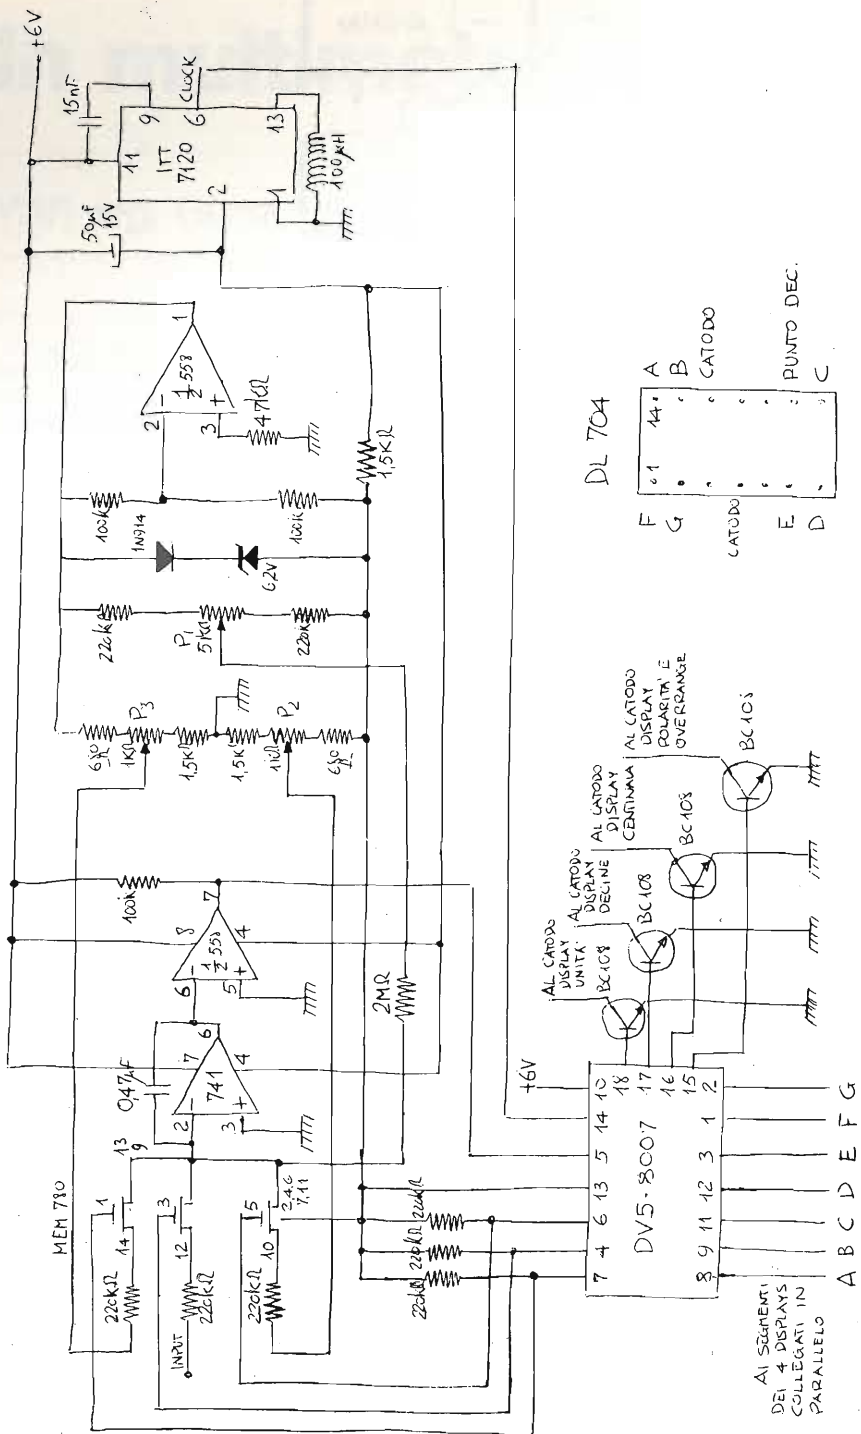

figura 3
Fare di un voltmetro un ohmetro è una cosa semplicissima, se esso ha una impedenza di ingresso sufficientemente elevata. Basta collegare la resistenza incognita a un generatore di corrente costante e misurare la tensione che si sviluppa ai suoi capi. Se la corrente vale, ad esempio, 1 mA, tale tensione darà direttamente, in kilohm, per la legge di Ohm, il valore della resistenza incognita. Ora che abbiamo visto il principio di funzionamento di questo tipo di voltmetro digitale, passiamo a esaminare il circuito pratico dello strumento che presento in figura 3 qui a fianco.
Come si vede, anche se il prezzo di tale integrato è relativamente elevato, tuttavia il numero delle funzioni da esso compiute è veramente notevole. Nello schema di figura 3 vediamo poi un oscillatore di clock (integrato ITT7120) che fornisce anche una tensione continua che serve al funzionamento di questa parte di circuito, un integratore (741), un comparatore (1/2 558), un commutatore elettronico (780), un generatore della tensione di riferimento (1/2 558).
Abbiamo innanzitutto un partitore compensato di ingresso con rapporti decadici: esso permette di estendere la portata dello strumento a 20, 200 e 2.000 V. Per quanto riguarda quest'ultima portata, nonostante lo strumento possa misurare in teoria 2.000 V, in pratica non conviene superare i 700-800 V per non incorrere in problemi di isolamento delle varie parti del circuito. Il partitore è seguito da un separatore voltage-follower formato da due fet di caratteristiche il più possibile identiche (se si riesce a reperire un fet duale è consigliabile impiegarlo in questo circuito) e un operazionale (741). Questo stadio ha un guadagno unitario, ma possiede una elevatissima resistenza di ingresso e una bassa resistenza d'uscita, tali da non caricare il partitore e da disaccoppiare efficacemente il circuito sotto misura. Nel caso si debbano misurare tensioni continue, il segnale viene prelevato all'uscita di tale separatore e inviato al voltmetro vero e proprio, cioè al circuito di figura 3. Se la tensione da misurare è invece alternata, è necessario elaborarla e trasformarla in una continua pari al suo valore efficace. Il circuito formato dai due integrati LM301 (o SG301) seguenti costituisce un rettificatore di precisione, che trasforma la tensione alternata in una continua pari al suo valore medio, e un amplificatore che moltiplica la tensione ottenuta per 1,11. Questo circuito si comporta ottimamente fino a frequenze di 30 kHz. Rimane da esaminare la funzione dell'ultimo integrato, un 741. Esso, insieme col transistor BC204, è un generatore di corrente costante e viene utilizzato, come abbiamo già detto, quando lo strumento è in posizione ohmetro.
Passiamo ora alla taratura finale. Partiamo dal circuito di figura 3: cortocircuitare l'ingresso e regolare P_1 per azzerare il display. Quindi connettere all'ingresso una tensione nota positiva più prossima possibile a 1,999 V e regolare P_2 in modo da